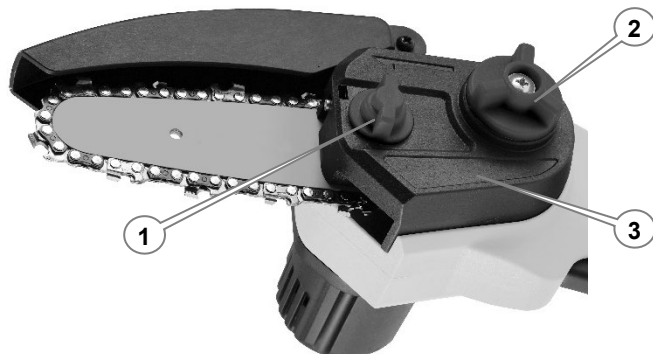
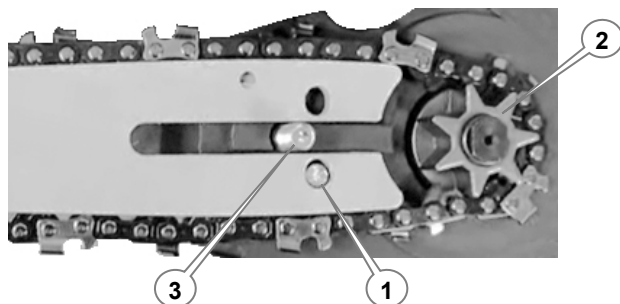

Рисунок 5. Схема вузла фіксації «шини» кришкою із механізмом натягу ланцюга.
Рисунок 8. Схема встановлення різального блока на виріб.
3. Відкрутити фіксатор (1, рис. 5) кришки (3, рис. 5) кріплення «шини».
4. Демонтувати кришку (3, рис. 5) кріплення «шини».
6. Встановити «шину» з ланцюгом на напрямну шпильку (3, рис. 8), в отвір (1, рис. 8) вставити шпильку регулювання натягу ланцюга та накласти ланцюг на ведучу (2, рис. 8) зірочку.
Прослідкувати, щоб шпилька регулювання натягу ланцюга (1, рис. 8) потрапила у призначений для неї отвір (3, рис. 8) на шині - за необхідності, обертаючи маховичок (2, рис. 5) регулювання натягу ланцюга, в необхідне положення.
8. Закрутити фіксатор (1, рис. 5) кріплення кришки напрямної, не затягуючи його, та перейти до розділів регулювання/перевірки натягу ланцюга.
9. Налаштований різальний блок надійно зафіксувати нарізним фіксатором (1, рис. 5) від руки до упору.
2. Послабити на півоберта фіксатор (1, рис. 5) механізму регулювання натягу ланцюга.
3. Повернути маховичок регулятора (2, рис. 5) механізму натягу ланцюга у відповідному напрямку: у напрямку руху годинникової стрілки – для збільшення натягу, а у протилежному – для послаблення.
4. Міцно затягнути фіксатор (1, рис. 5) від руки до упору.